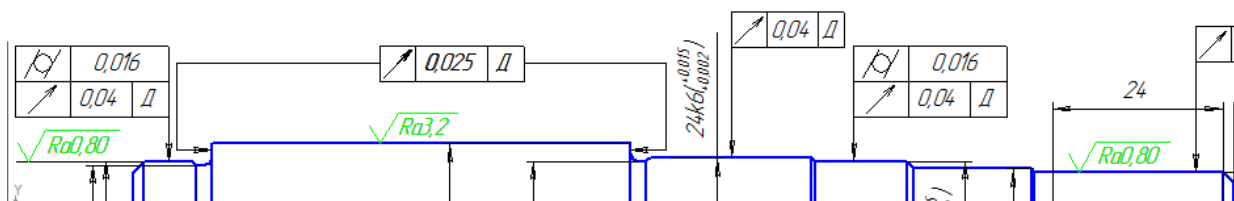

Рис. 5.12
15. Проставив все формы, закройте инструмент. В разделе «Обозначения» выберите инструмент «Шероховатость», после чего, выбирая нужную линию для обозначения шероховатости и оттягивая курсор в нужную сторону, проставьте шероховатость, выделенную на рис. 5.12. Для проставления левой шероховатости для начала выберите инструмент «Отрезок» и продлите верхнюю параллельную линию оставленного линейного размера, предварительно выбрав стиль в свойствах инструмента «тонкая». После проставленных шероховатостей, отредактируйте текст в каждой из них, аналогично тому, как делали это с формами.